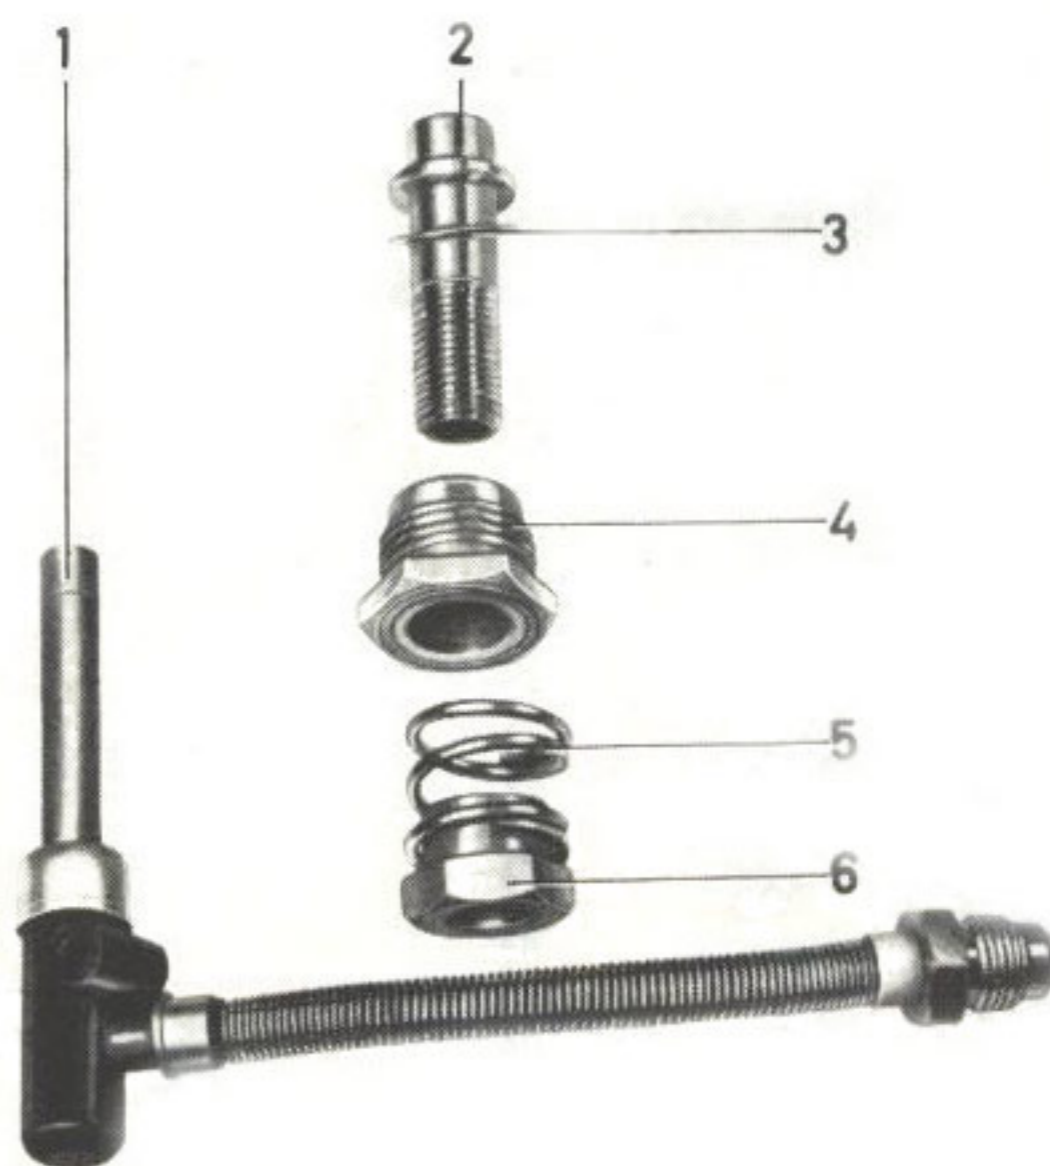

Bild 28. Munstycke, isärtaget.
3. Lossa skruvarna som håller hävarmarna för choke- och snabbtomgångsreglage, dra av dessa och ta bort munstycket. Demontera justermutter och låsmutter samt munstyckshylsa. Se bild 28.
3. Sätt i munstyckshylsa och låsmutter, se bild 28. Skjut in munstycket och centrera det. Se "Centrering av munstycke".
4. Montera fjädern för justermutter och munstycke. Se bild 28.
Placera förgasaren med 4-hålsflänsen nedåt. Skruva upp munstyckets justermutter så att munstyckets övre ände når upp över bryggan. Lossa låsmuttern (4, bild 28) och tryck vakuumpolven mot bryggan samt för den fram och åter några gånger. Dra försiktigt åt låsmuttern och kontrollera centreringsen genom att lyfta kolven 5–6 mm (1/4") från bryggan och så släppa den. Kolven skall då med ett markant ljud slå mot bryggan (munstycket).